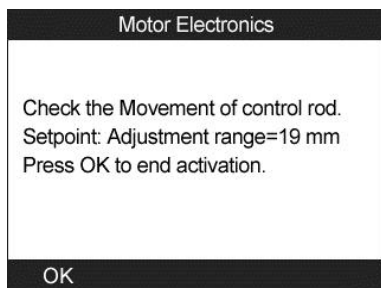

Figura 13.37
- b) Seleccione **OK** para activar las mariposas del colector de admisión; el instrumento mostrará lo siguiente. (Figura 13.37) Pulse el botón **OK** para finalizar la activación y salir.